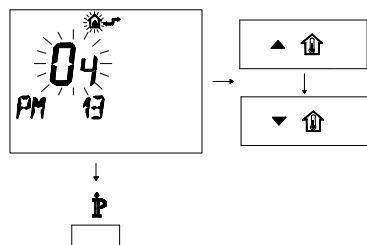

Figura 5.50
- Per modificare il SET programmato agire sui pulsanti ▲↑ o ▼↓ e aspettare che il numero programmato cominci a lampeggiare (Figura 5.50).